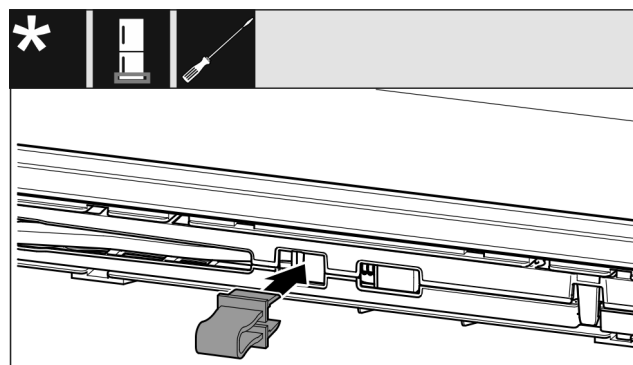

Fig. 14
- Pojistku nechte zapadnout do otvoru. (viz Fig. 14)